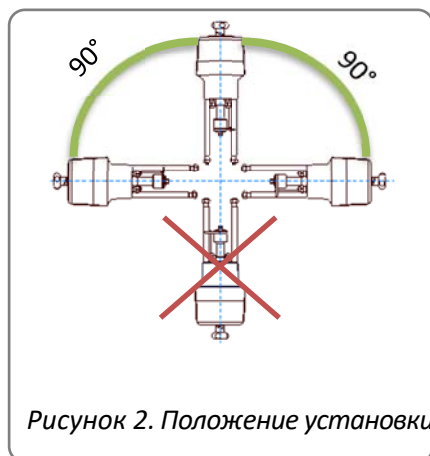

Рисунок 2. Положение установки
- Приводы можно устанавливать в любом положении, кроме положения крышкой вниз (рис. 2).